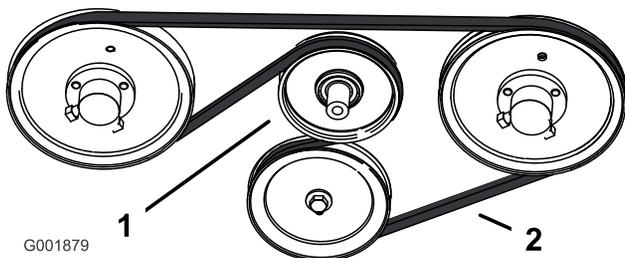

Figure 70
3. Pour remplacer la courroie, abaissez la poulie de tension rappelée par ressort et enlevez la courroie des poulies du moteur et de la pompe hydraulique (Figure 70). Enlevez la courroie entre les poulies.
4. Montez la courroie neuve sur les poulies du moteur et des pompes hydrauliques (Figure 70).
5. Abaissez la poulie de tension rappelée par ressort et alignez-la sous la courroie d'entraînement, puis relâchez-la (Figure 70).